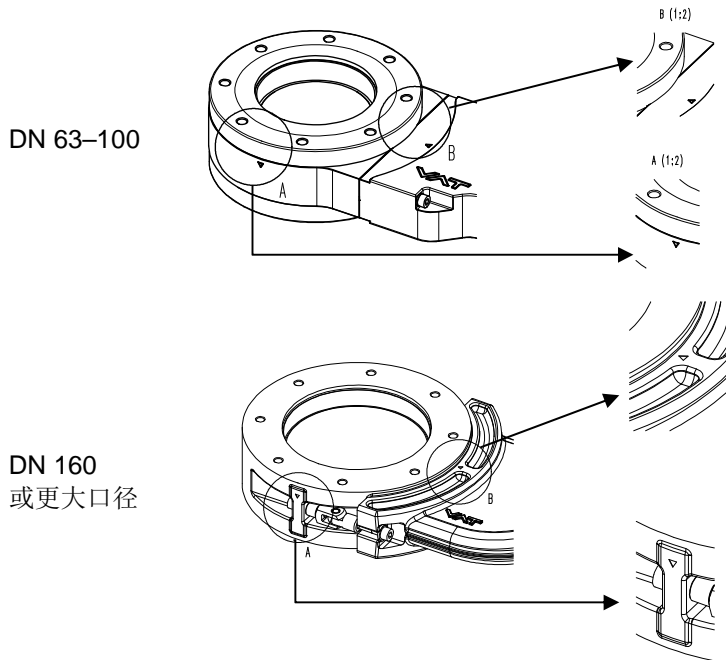

Figure 6-2
10. 从槽内取出阀板密封圈(1)；详见图 6-2；须使用 O 型圈拆卸工具。
12. 装上新阀板密封圈(1); 详见图 6-2。
确保有阀板(2)，见图 6-2；在阀座侧符号；参见 19 页图 6-4。